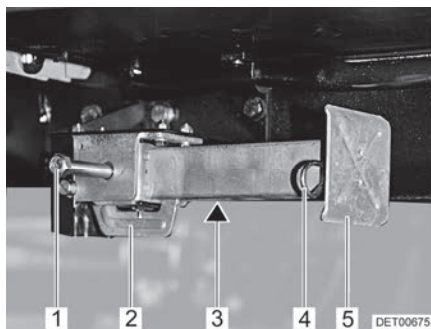

Bild 29 Stödben
- Placera hylsnyckeln på sexkanten (Bild 29,1) och vrid runt den tills stödbenet står rakt neråt.
- När längden på stödbenet kan justeras, dras sprinten (Bild 29,4) ut ur stödbenets förlängning (Bild 29,5).
- Placera hylsnyckeln på sexkanten (Bild 29,1) och vrid runt den tills stödbenet inte längre sitter mot marken.
- Skjut in stödbensförlängningen (Bild 29,5) helt och sätt in sprinten (Bild 29,4) i borrhålet på stödbensförlängningen.
- Vrid sexkanten (Bild 29,1) tills stödbenet svängs uppåt och spåret (Bild 29,2) är helt vid slutet av skåran (Bild 29,3).